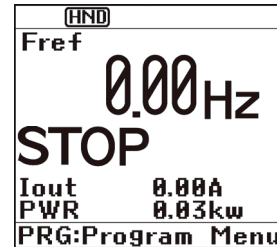

Рисунок 5.18 Экран, отображающийся после включения питания
- (1) Убедитесь, что на ЖК-дисплее мигает надпись 0.00 Hz (указывающая, что задание частоты составляет 0 Гц). (См. Рисунок 5.18.)